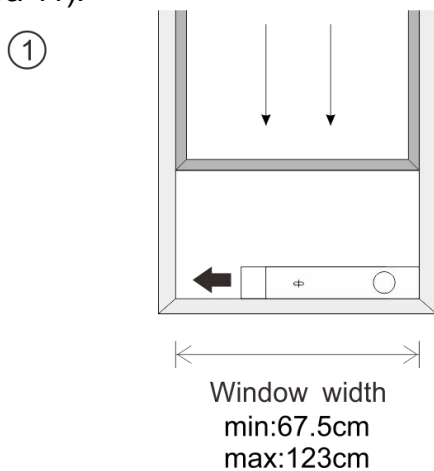
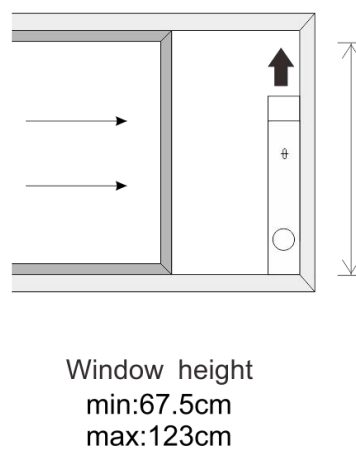

Fig.10
Fig.10a
1. Instale el conjunto de la ventana en la ventana (fig. 10, fig. 10a);